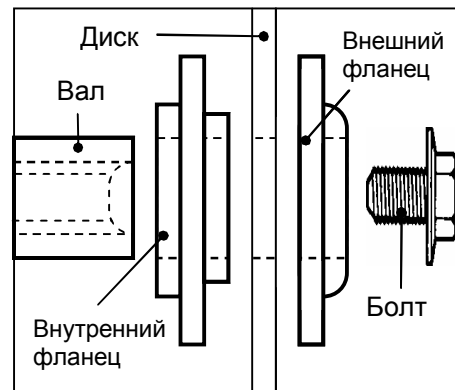

Рис.6
3. Убедитесь в том, что выпуклая сторона внутреннего фланца (рис.6) крепко прижата к шпинделю. Вставьте диск, убедившись в том, что диск плотно оделся на внутренний фланец. Зубья диска должны быть направлены против часовой стрелки. Наложите внешний фланец (рис.6) на диск, и затяните болт.